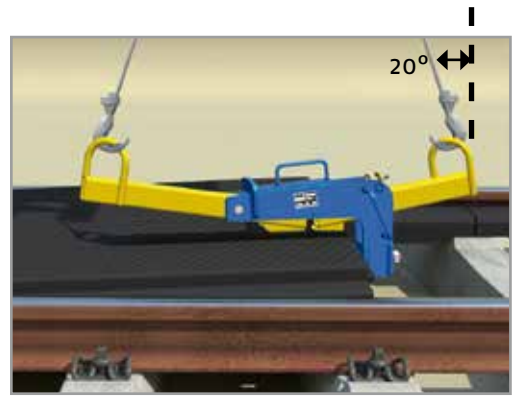

Figure 1
- L'élingue chaîne doit être fixée aux deux œillets d'ancrage pour extraire les passages à niveau STRAIL®. Lors de l'extraction, la force de traction doit être appliquée verticalement vers le haut ou au plus de +20°. Dans le cas contraire, ceci peut entraîner l'endommagement du dispositif de levage et du passage à niveau STRAIL® (voir figure 1).